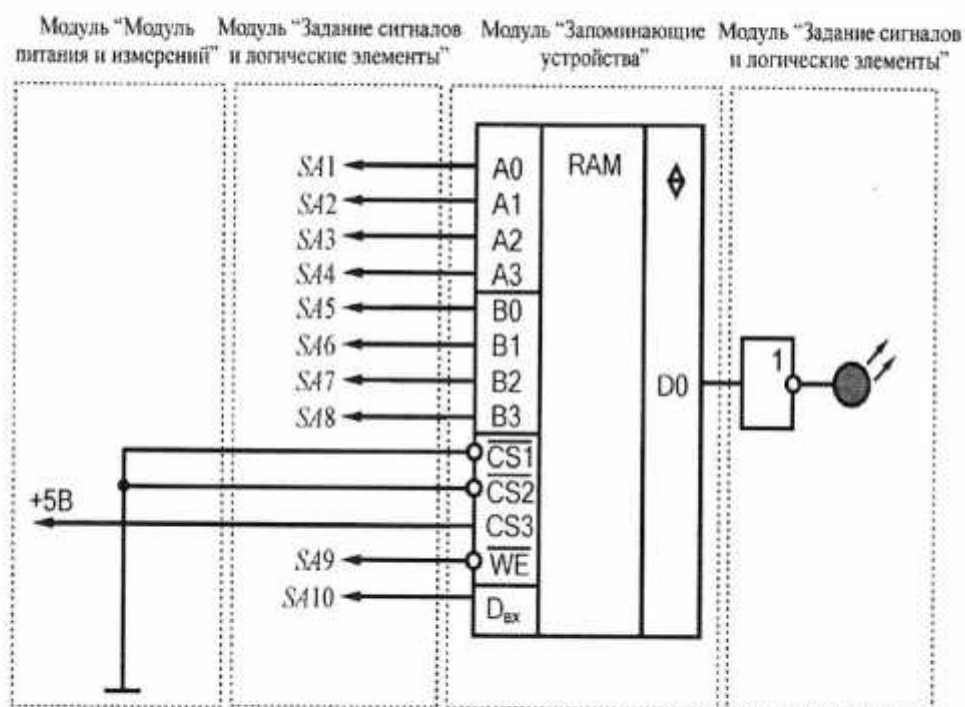

Рис. 8.5. Схема электрическая соединений комплекта для изучения одноразрядного ОЗУ типа K155PY5
2. Согласно рис. 8.5 выполнить электрические соединения модулей для изучения одноразрядного ОЗУ типа K155PY5. **Монтаж схемы производить при отключенных автоматических выключателях и переключателях питания.**
Состояния выхода D0 контролировать при помощи светодиода на выходе буферного элемента (рис. 8.5). Для задания логических уровней на входах $\overline{CS1}$, $\overline{CS2}$, $\overline{CS3}$ соединять соответствующие выводы с выходом +5В (логическая 1) или общим выводом (логический 0) модуля «Модуль питания». Задавая различные комбинации логических уровней на входах A0...A3, B0...B3, $\overline{CS1}$, $\overline{CS2}$, $\overline{CS3}$, $\overline{WE}$, D_{вх} одноразрядного ОЗУ, заполнить таблицу режимов работы одноразрядного ОЗУ типа K155PY5 (табл. 8.4).